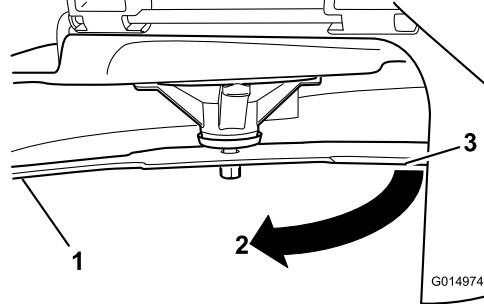

Figure 97
4. Tournez la même lame de 180 degrés pour amener le tranchant opposé à la même position (Figure 97).